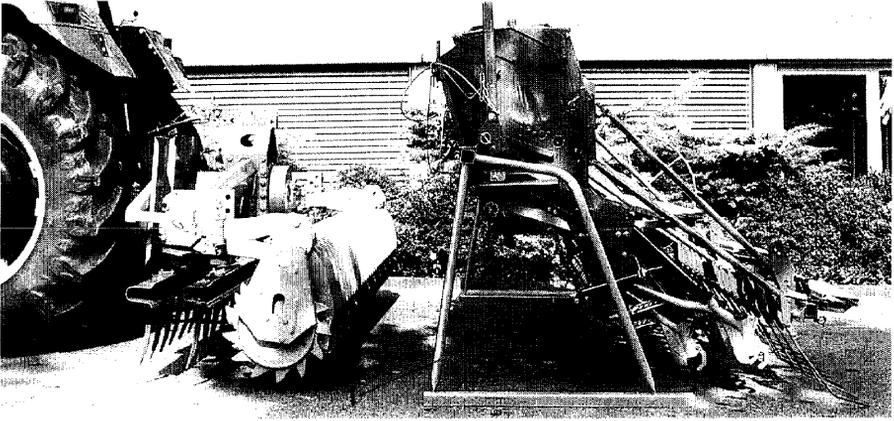

Fig. 12
- Mit der Kombination rückwärts an die auf den Abstellstützen stehende Aufbau-Drillmaschine heranfahren (Fig. 12).
- Gesamt-Kombination anheben und Abstellstützen (Fig. 12/1) entfernen.